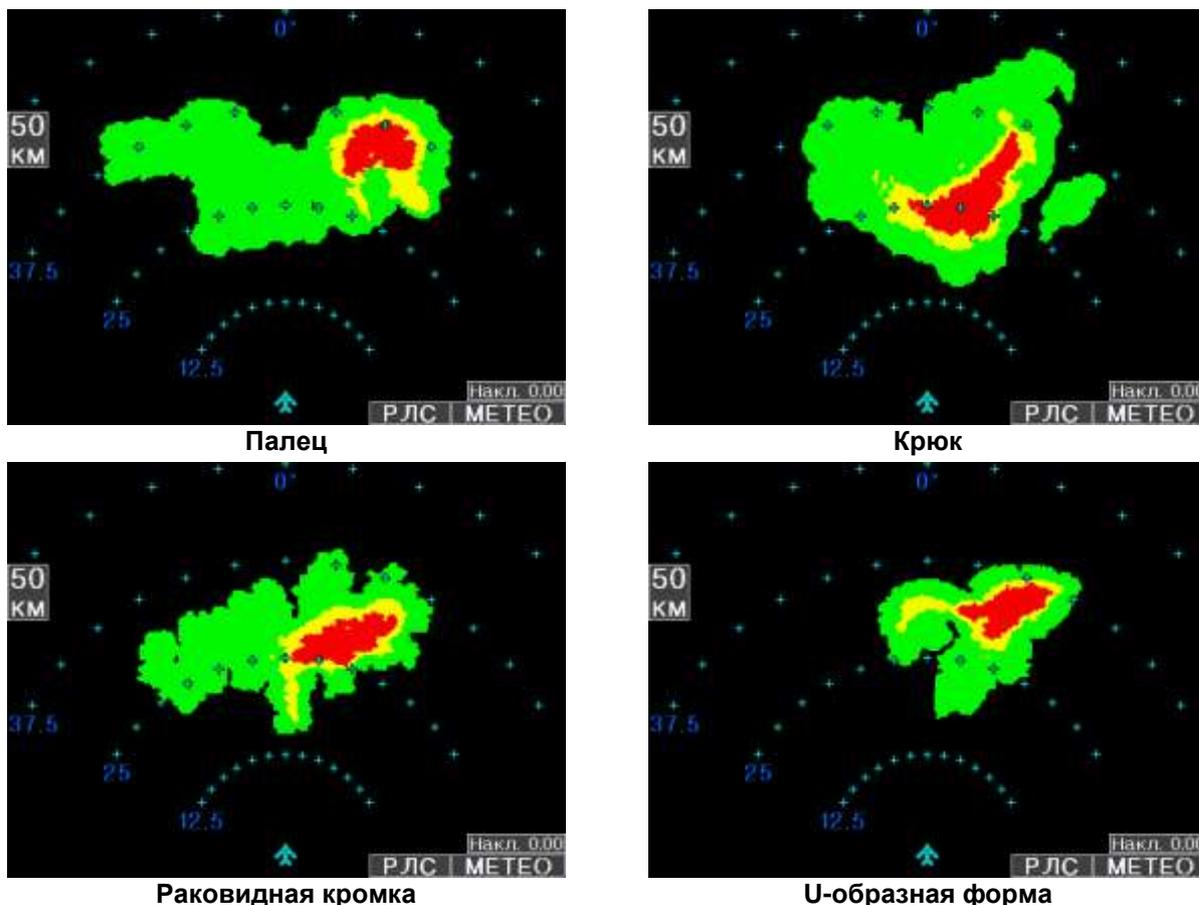

Рисунок 7 – Примеры изображений метеобъектов, характерных для града
Потоки града обычно определяются по четырем характерным формам: (1) «пальцы» и выступы, (2) крюки, (3) раковинные кромки в очертаниях облака и (4) кромки облака U-образной формы от 6 до 13 км в поперечнике (см. рисунок 7).